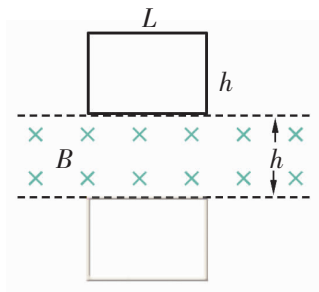

图 1-5-18
6. 如图 1-5-18 所示, 边长分别为  $L$ 、 $h$ , 电阻为  $R$ , 质量为  $m$  的矩形金属线框, 自上而下匀速穿过宽度为  $h$ 、磁感应强度为  $B$  的匀强磁场区域, 求线框中产生的热量.